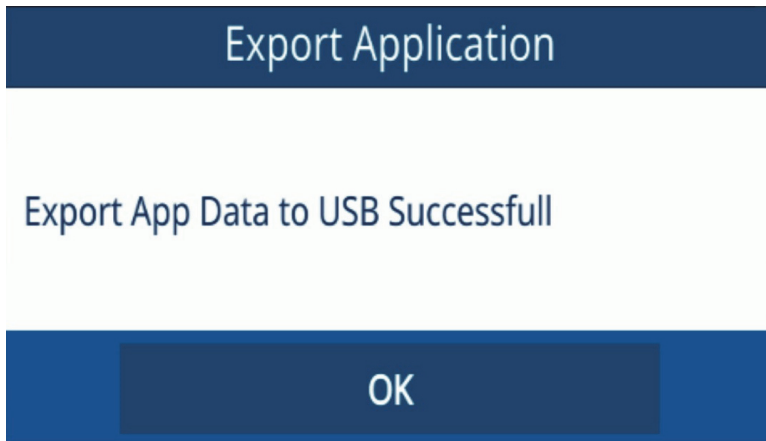

图 7-7 导出确认窗口
4. 点击导出确认窗口中的**OK**（确定）（参见第69页的图 7-7）。